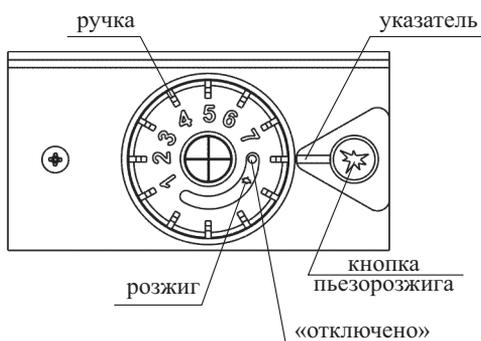

Рисунок 10. Элементы управления на газовом блоке автоматики 630 EUROSIT.
- установить ручку газового блока в положение «Отключено» (рисунок 10);
ВНИМАНИЕ! Для повторного розжига котла с газовым блоком 630 EUROSIT необходимо установить ручку положение «Отключено» (рисунок 10), а только затем повернуть ручку газового блока в положение «Розжиг».